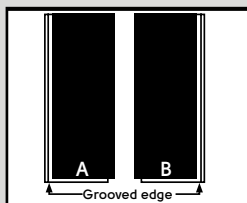

Fig. 3
3. Ouvrez plusieurs cartons/boîtes du matériau. La mention « A » et « B » est écrite au dos de chaque lame (schéma ci-dessous). Séparer les différentes lames en piles en gardant les bords dans le même sens. Mélangez les lames dans chaque pile pour obtenir un aspect plus naturel lors de la pose. (Figure 3).